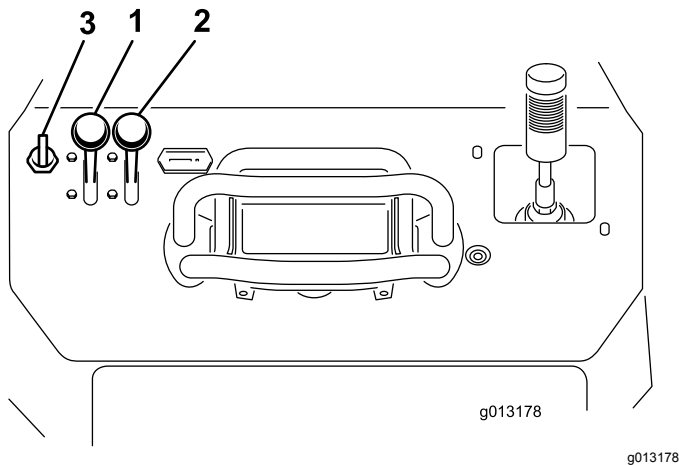

Figura 16
1. Mova a alavanca do acelerador para o meio entre a posição LENTO e a posição RÁPIDO (Figura 16).
2. Desloque a alavanca do ar para a posição LIGAR (Figura 16).
3. Rode a chave para a posição LIGAR (Figura 16). Quando o motor arrancar solte a chave.
4. Gradualmente, desloque a alavanca do ar para a posição DESLIGAR (Figura 16). Se o motor perder velocidade ou se engasgar, volte a engatar o ar até o motor aquecer.
5. Desloque a alavanca do acelerador para a posição pretendida (Figura 16).
2. Desloque a alavanca do acelerador para a posição LENTO (Figura 16).